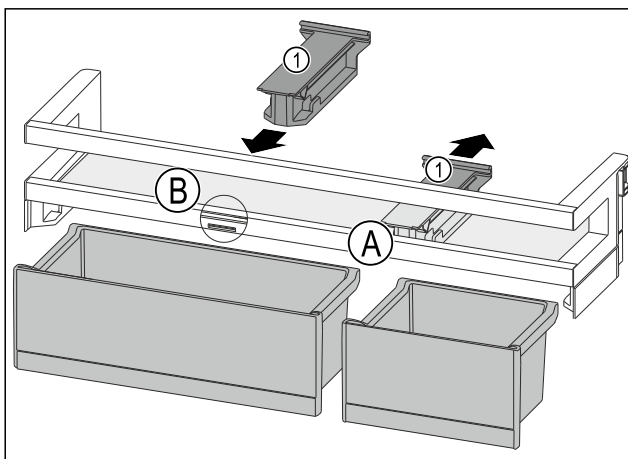

Fig. 82
- Tirare l'elemento di tenuta Fig. 82 (1) all'indietro per portarlo in posizione Fig. 82 (A).
- Inserire l'elemento di tenuta Fig. 82 (1) in posizione Fig. 82 (B).